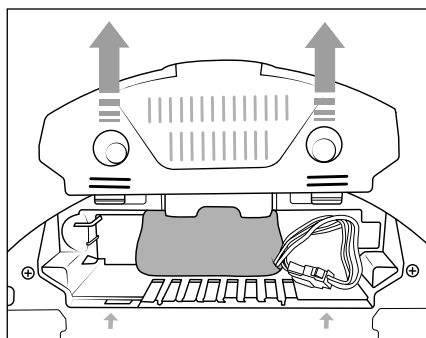

Fig. 13
- 1) Tag afdækningen til batterirummet 15 af produktet (se fig. 13).